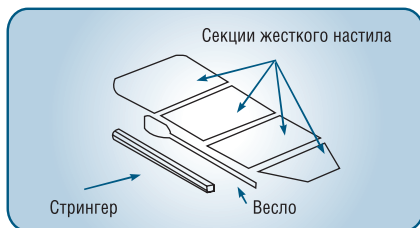

рис. 3
- Установите стрингер. Повторите процедуру с другой стороны лодки (рис. 3).